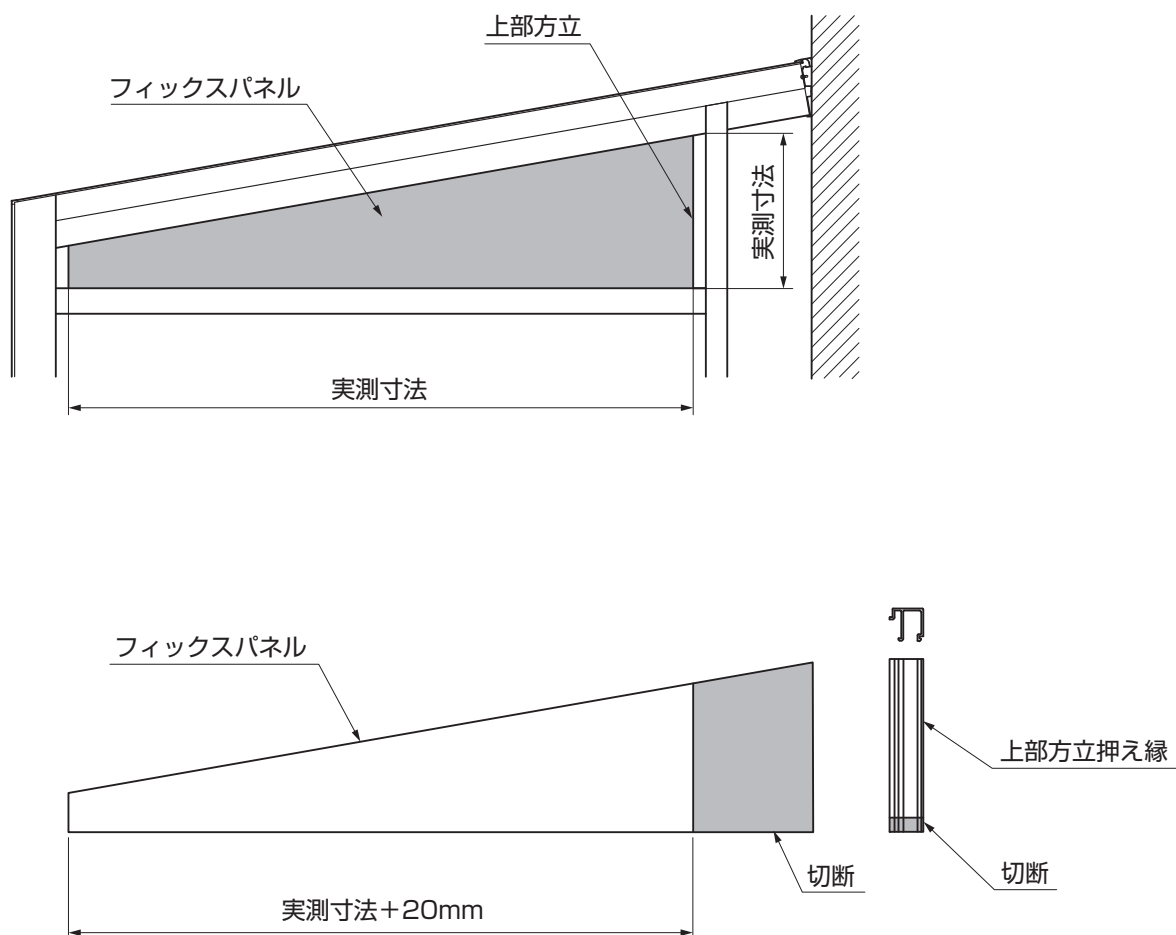

図11-1
①図11-1のように現場にて寸法を採寸してフィックスパネル、上部方立押え縁を切断してください。